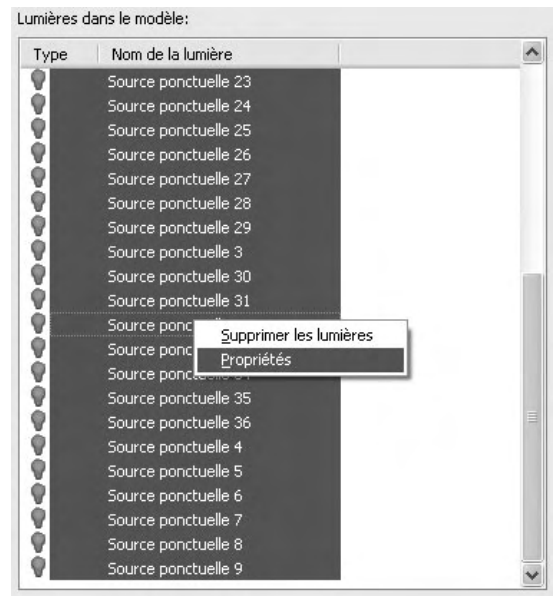

Fig.14.32
- 4 Sélectionnez toutes les lumières, effectuez un clic droit et cliquez sur **Propriétés** (Properties) (fig.14.32).